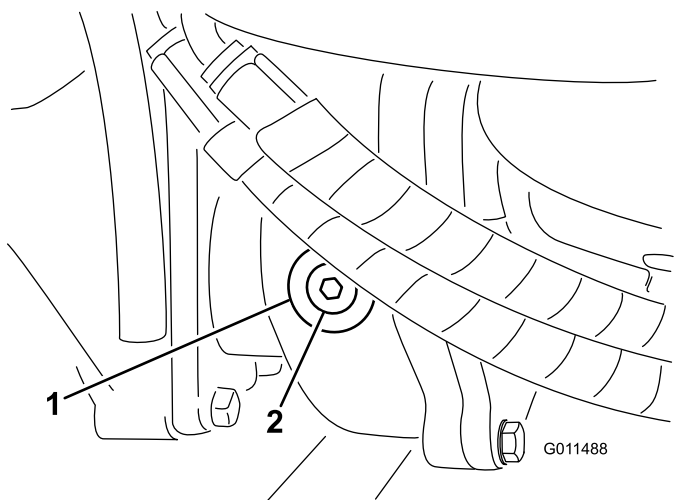

Рисунок 69
2. Снимите пробку контрольного (заливного) отверстия с левой стороны редуктора и убедитесь, что масло доходит до нижнего края отверстия (**Рисунок 69**).